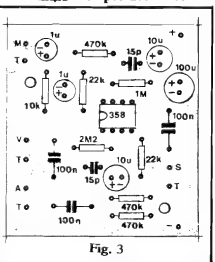

Fig. 3
- **FIG. 3 - "Chapeado"** da montagem, com a placa vista pelo lado **não cobreado**, principais componentes já posicionados. Quem ainda não tiver muita prática na identificação dos códigos, valores, polaridades, etc., das peças, **deve** recorrer ao TABELÃO APE (outro Encarte **permanente** da nossa Revista) para a solução de eventuais dúvidas... Notar, na figura, especialmente o posicionamento dos seguintes componentes: Integrado e capacitores eletrolíticos. Quanto às demais peças, observar bem a relação **posição/valor** de cada uma delas... Conferir tudo ao final das soldagens é uma boa, devendo tal verificação ser feita **antes** de se cortar as sobras de terminais, pelo lado cobreado.